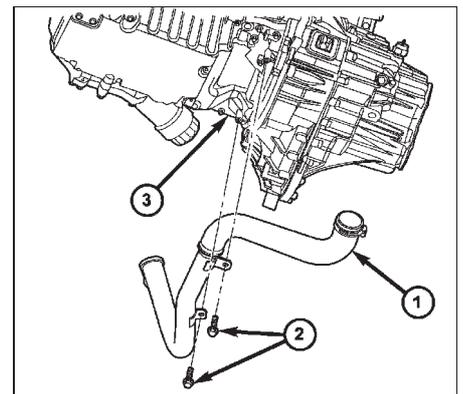

Рис. 28. Крепление трубы охладителя наддувочного воздуха. 1 - труба охладителя, 2 - болт (2), 3 - проставка опоры силового агрегата.
(14) Отверните два болта крепления трубы охладителя наддувочного воздуха к поддону двигателя (рис. 28). Отведите трубу в сторону и отверните болт крепления картера сцепления к поддону.